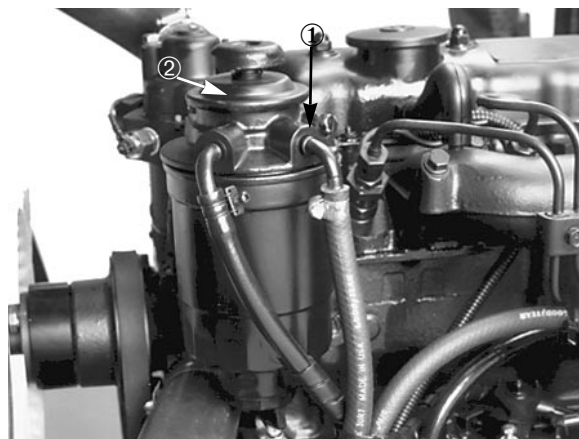

Bild 12
2. Den Kraftstofffilterentlüftungsstöpsel um eine volle Umdrehung lockern (Bild 12). Den Pumphebel (Bild 12) solange pumpen, bis ein gleichmäßiger Strom von Kraftstoff aus dem Loch im Stöpsel strömt. Wenn der Kraftstoff nicht mehr schäumt, den Stöpsel bei einem Abwärtsgang des Pumpstößels festziehen. Verschütteten Kraftstoff aufwischen.